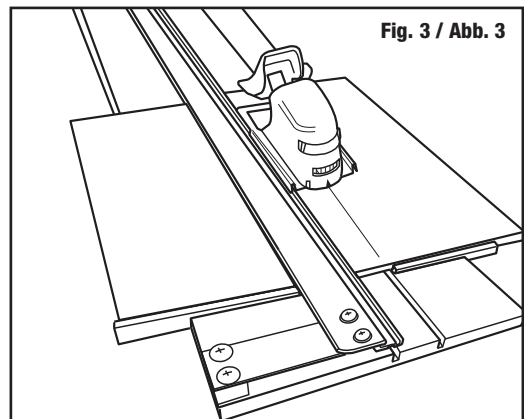

Fig. 3 / Abb. 3
1. Insertar el cabezal en el carril de guía de la tabla (**Fig. 3**).
2. Substraer 3 cm del valor indicado en la escala de la barra de medir o marcar el cartón pluma en el sitio donde se quiere cortar (**Fig. 3**).
2. Entweder 3 cm vom an der Skala angezeigten Maß abziehen oder die Leichtschaumplatte dort markieren, wo der Schnitt beginnen soll. Pfeil im vorderen Teil des Schrägschneiders an der Markierung anlegen und schneiden (**Abb. 3**).